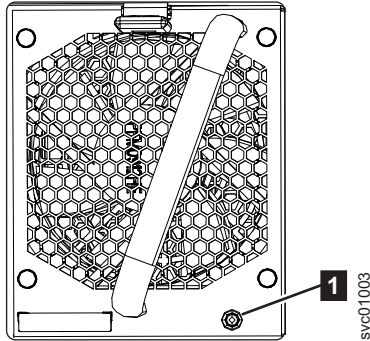

図 102. ファン・モジュール LED
1. 交換するファン・モジュールを確認します。ファン・モジュールの前面にあるオレンジ色の LED (図 102 の **1**) が点灯している場合は、障害を示しています。